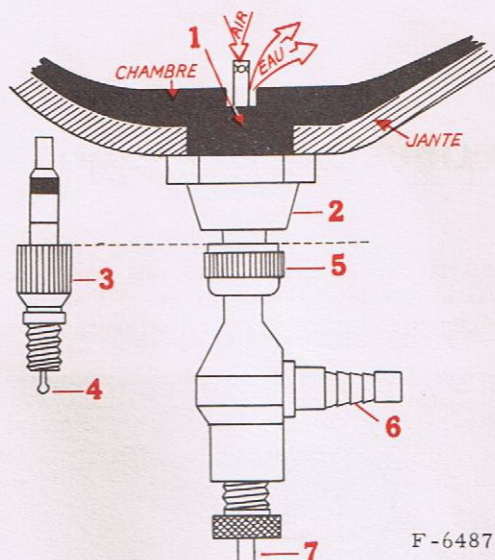
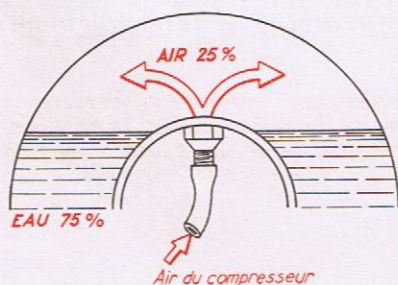
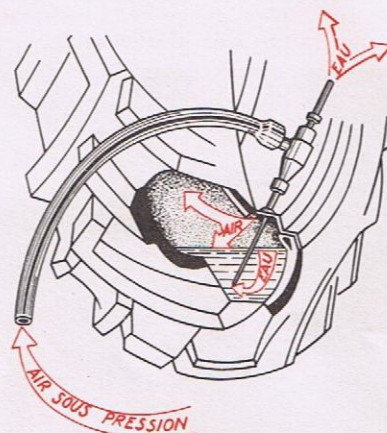

Fig. 30. — Raccord spécial.
Fig. 31. — Gonflage du pneu rempli d'eau.
Fig. 32. — Vidange de l'eau du pneu.
Procurez-vous un adaptateur chez votre Agent McCormick. Cet adaptateur est muni d'une valve de purge qui permet l'évacuation de l'air remplacé par le liquide (fig. 30).
1.- Le tracteur étant sur cric, la valve en position haute : retirez l'embout mobile (3) avec son obturateur (4) (fig. 30).
- sur une pompe aspirante et refoulante. L'eau remplira la chambre jusqu'à dégorgement par le tube d'évacuation d'air (7).
3.- Le remplissage terminé, débranchez l'arrivée d'eau, Dévissez le raccord spécial, et laissez échapper l'eau dépassant le niveau de la valve. Remettez l'embout mobile (3) (fig. 30) avec son obturateur (4), gonflez à l'air pour obtenir la pression prescrite pour la dimension du pneu (fig. 31)
1.- Le tracteur étant sur cric et la valve en position basse, retirez l'embout mobile (3) avec son obturateur (4) (fig. 30). Par gravité, la chambre se videra jusqu'au niveau de la valve.
2.- L'eau s'arrêtant de couler, vissez le raccord spécial sur la valve. Branchez la canalisation (6) sur un compresseur d'air. La pression intérieure expulsera le reste de l'eau par le tube coulissant (7) que vous aurez poussé au fond de la chambre.
3.- La vidange terminée (fig. 32), dévissez le raccord. Remettez l'embout (3) et son obturateur (4) et gonflez à la pression normale d'utilisation.